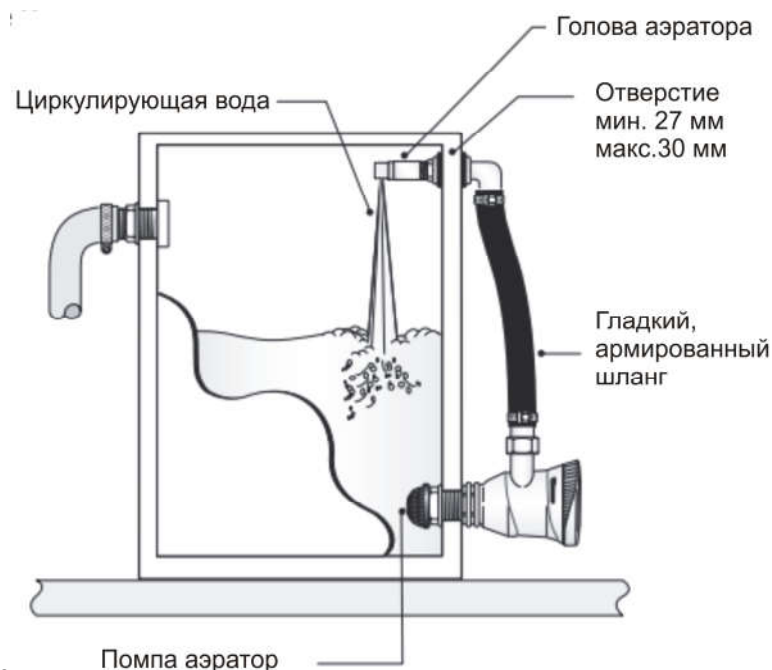

Рис.3
1. Установите насос аэратора на расстоянии не менее 2" (51 мм) от дна бака. Сохраните достаточный зазор для установки фланца и стопорной гайки (Рис. 3).
1. Установите распылительную головку азэратора на 50 мм ниже верхней части бака. Обеспечьте достаточный зазор для монтажного фланца и стопорной гайки (Рис. 3).
1. Установите шланг на выходной патрубок насоса. Затяните вручную, затем еще 1/4 до 1/2 оборота ключом (Рис. 3).